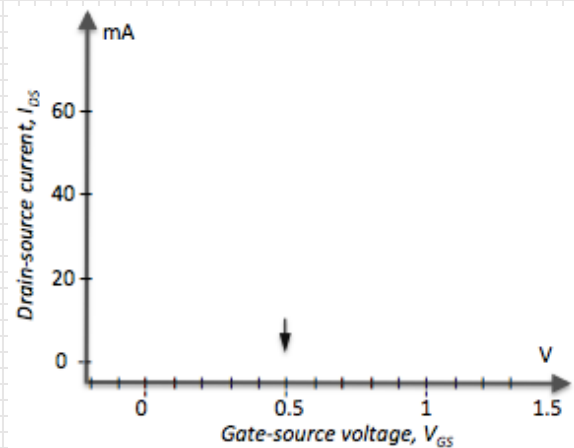

Figure 11b
- Tracer une courbe du courant drain-source (I_{DS}) en fonction de la tension de grille (V_{GS}) sur les axes ci-dessous (figure 11b), pour une tension de seuil d'environ 0.5 V (que nous définissons comme la courbe à pH=7)